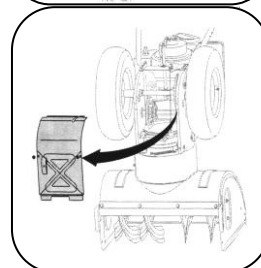

Figura 15
2. Gire cuidadosamente o limpa-neves para cima e para a frente, de modo que este assente sobre a carcaça do trado. Retire a tampa do quadro da parte inferior do limpa-neves removendo quatro parafusos auto-roscentes que o fixam. Ver Figura 15.